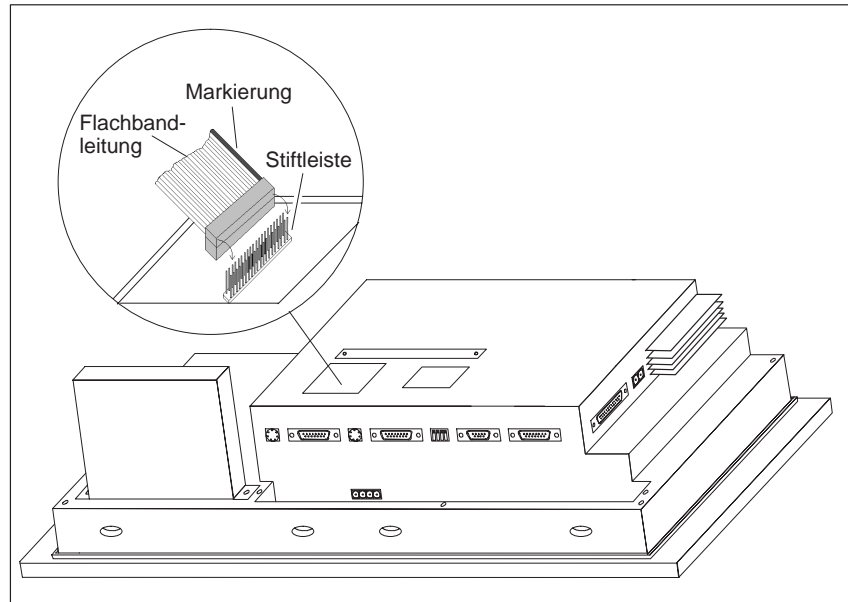

Bild 18-5 Stecker des Direkttastenmoduls stecken (Beispiel OP37)
3. Stecken Sie den Stecker der Direkttasten-Flachbandleitung so auf die Stiftleiste des OP, daß die farblich markierte Seite der Flachbandleitung zur Gerätemitte hin zeigt (siehe Bild 18-5).